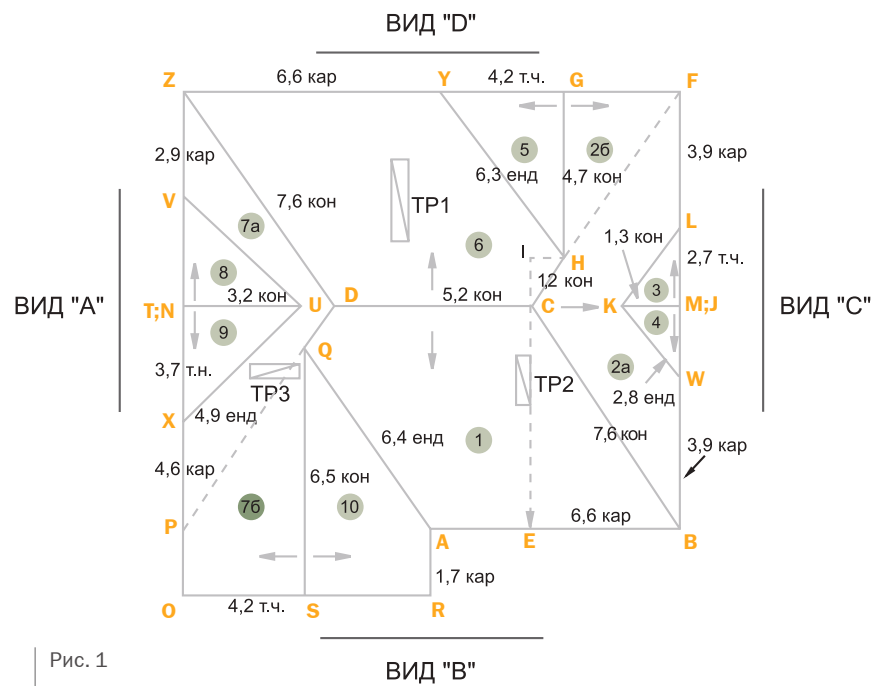
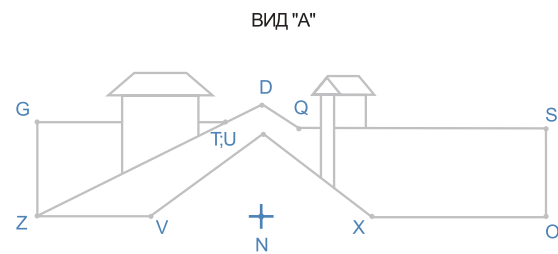
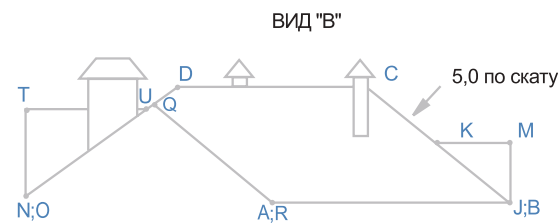
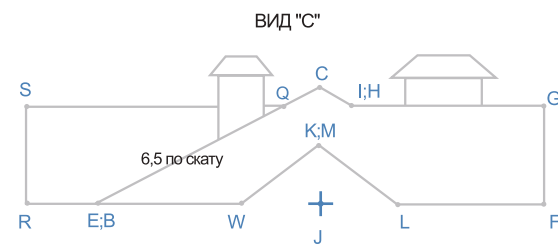

Рис. 1
Рис. 2
Рис. 3
Рис. 4
В дальнейшей работе с руководством Вам понадобятся: знания по геометрии и алгебре в объеме средней школы, чистый лист бумаги, карандаш, линейка, ластик. Полезны будут аккуратность и терпение. Вам будет необходим чертеж кровли, аналогичный представленному нами на рис. 1. В идеальном варианте заказчик предоставит Вам для расчета чертежи четырех фасадов (рис. 2, рис. 3, рис. 4, рис. 5) и вид кровли сверху (рис. 1).
Ее можно легко решить, мысленно разбив кровлю на составляющие ее прямоугольники, треугольники и трапеции. Так, к примеру, кровля, показанная на рис. 1, состоит из десяти элементов: одной трапеции (10), пяти треугольников (3, 4, 5, 8, 9) и четырех многоугольников (1, 2, 6, 7), которые мы тоже можем разделить на стандартные геометрические фигуры. Скат 2 мысленно делится на 2 треугольника (2а и 2б), где 2б идентичен скату 5. Скат 7 делится также на 2 треугольника 7а и 7б, где 7б идентичен скату 10. Скат 1 и 6 принимаем за параллелограммы.
При измерении того или иного элемента советуем Вам на чертеже «Вид сверху» сразу помечать размер этого элемента с указанием, что это за элемент. **Например:** DC — это конек, его размер 5,2 м. Можно обозначить его как $5,2_{\text{кон}}$ и проставить на чертеже, как показано на рис. 1 «вид сверху». Карниз можно обозначить, например, $10,5_{\text{кар}}$, ендову — $6,4_{\text{енд}}$, фронтоны (торцевые части) — $4,2_{\text{т.ч.}}$, примыкание — $4,6_{\text{прим}}$.